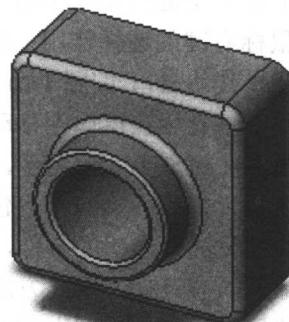
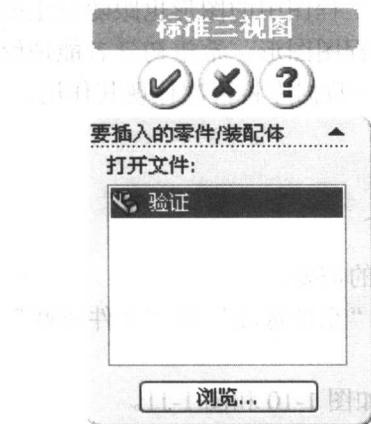

图 1-4 模型 tutor1
图 1-7 标准三视图属性管理器
为了较好地体会键盘和鼠标的作用，应该先打开一个 SolidWorks 文件。建议打开“安装目录 \samples\tutorial\designtables\tutor1”，如图 1-4。根据下面的提示体验键盘和鼠标中各个键的作用。
选择上述按钮可以立即在图形区域中观察到显示方式的变化。使用者只要在某个按钮上点击一下，即可看到显示效果的变化。其中剖视显示需要选择一个与模型相交的平面。例如选择上视基准面或右视基准面，可将模型按照剖视的方式显示。模型显示虽然只有一半，实际模型仍然是一个整体。此显示方式只是为了方便观察形体的内部结构。再次点击剖视显示按钮，可关闭剖视显示方式，恢复显示完整的模型。斑马条纹和曲率用于观察模型表面是否光滑连续等。realview 图形可显示出逼真的材质。必须要有符合要求的显示卡，才能显示出 realview 图形。建议初学者利用图 1-4 所示的模型，验证一下各个按钮的作用，这对以后的熟练操作有较好的帮助。
点击前，模型上有部分图线改变颜色，同时光标上跟随显示出当前可选择的是面、线或点，此时点击，被选择的部分就是这个预显示的项目。初学者可利用图 1-4 所示的模型，
- 鼠标右键的选择作用：将光标移动到模型上右击，在弹出菜单中点击选择“其他”，可弹出选择其他窗口(如图 1-6)。窗口中显示若干个模型中的项目，将光标在窗口中移动，移到某个项目上时，对应的项目在模型上变色显示，此时点击即可选择该项目。这些项目包括可见的，也包括不可见的，可以想象在右击的部位观察透明的零件，所有在该位置上能看见的项目都可以被选择。用此方法，可以轻松选择那些不可见的项目，特别是模型内部的面、线或点。熟悉此方法，可有效提高选择的效率。初学者可利用图 1-4 所示的模型，验证一下鼠标右键的选择作用。
(1) 打开“安装目录\samples\tutorial\designtables\tutor1”，如图 1-4。为了方便检验，可将文件另存为“验证”，路径放置在桌面。
(2) 选择建立新文件。建立一个工程图文件。在弹出的工程图格式/大小对话框中选择“自定义图纸大小”，“确认”，进入图纸文件窗口。
(3) 选择下拉菜单“插入”、“工程图”、“标准三视图”，显示标准三视图属性管理器，如图 1-7。